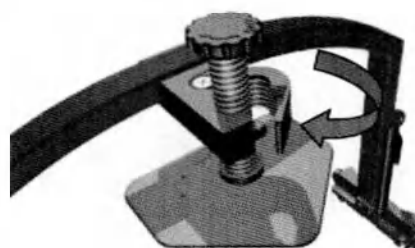

Рисунок 2
2. Установите винт в крайнее верхнее положение, открыв систему блокировки, потянув винт вверх и снова закрыв систему блокировки. (Рисунок 2)